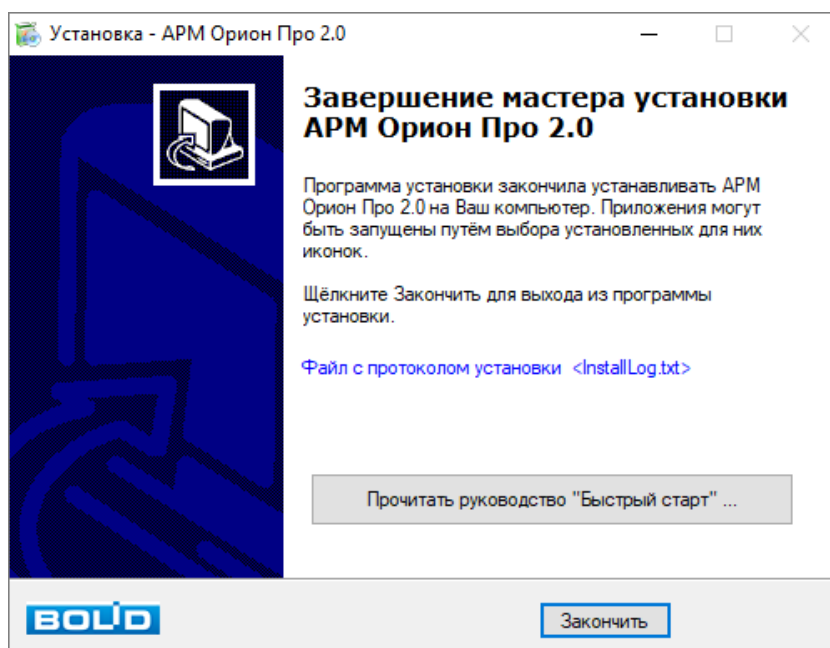

Рисунок 2-42 Завершение процесса установки ПО
- 14) В случае успешного окончания установки АРМ «Орион Про» будет открыта последняя страница Мастера установки ПО с информацией о завершении установки ПО. При необходимости ознакомьтесь с руководством «Быстрый старт», для чего нажмите кнопку «Прочитать руководство «Быстрый старт»». Для завершения работы с Мастером установки ПО нажмите кнопку «Закончить» (см. Рисунок 2-42).